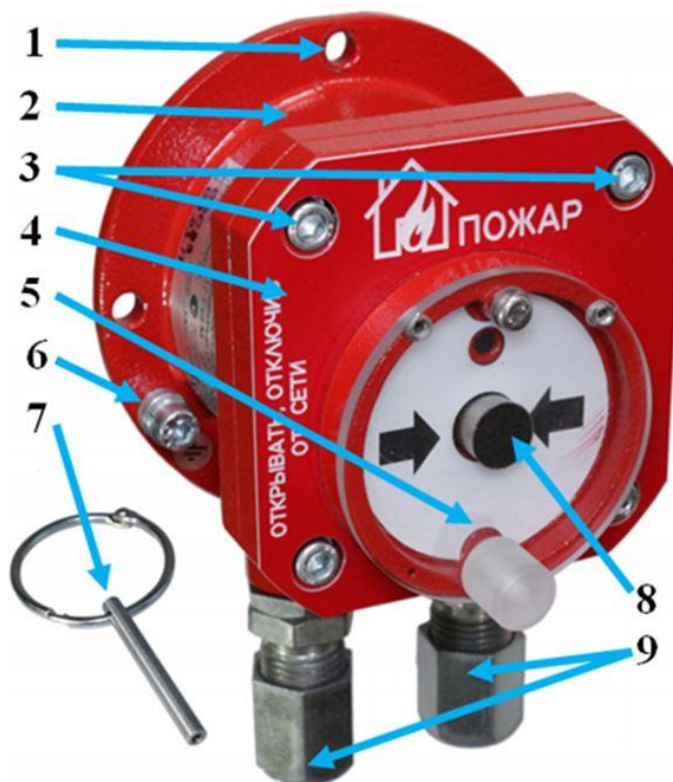

Рисунок 1 – Внешний вид извещателя
- открыть поворотом вверх защитную крышку, рис. 1;
- в отверстие крышки извещателя (снизу) вставить специальный ключ и повернуть на 2 оборота по часовой стрелке, рис. 1;
- потянуть специальный ключ вниз, при этом кнопка вернется в исходное состояние, извещатель перейдет в режим «Дежурный», рис. 1.